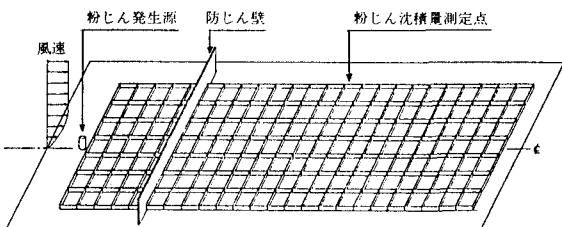

図2 沈着量の測定方法
②実験方法 沈積量の測定は図2に示すように、防じん壁の前後に容器（200mm×200mm×20mm）を203枚（7行×29列）並べ、この容器に沈積した粉じんの質量を電子天秤で秤量した。1回の実験で発生させた粉じんは360gで発生時間は4分とした。
③粉じんの種類 実験に用いた粉じんは、JIS Z 8901の試験用ダスト第5種（フライアッシュ、微粒、比重2.0～2.3 中位径13～17μ）、第7種（関東ローム、細粒、比重2.9～3.1 中位径27～31μ）、オイルコークス（比重1.3～1.4 中位径約200μ）を用いた。